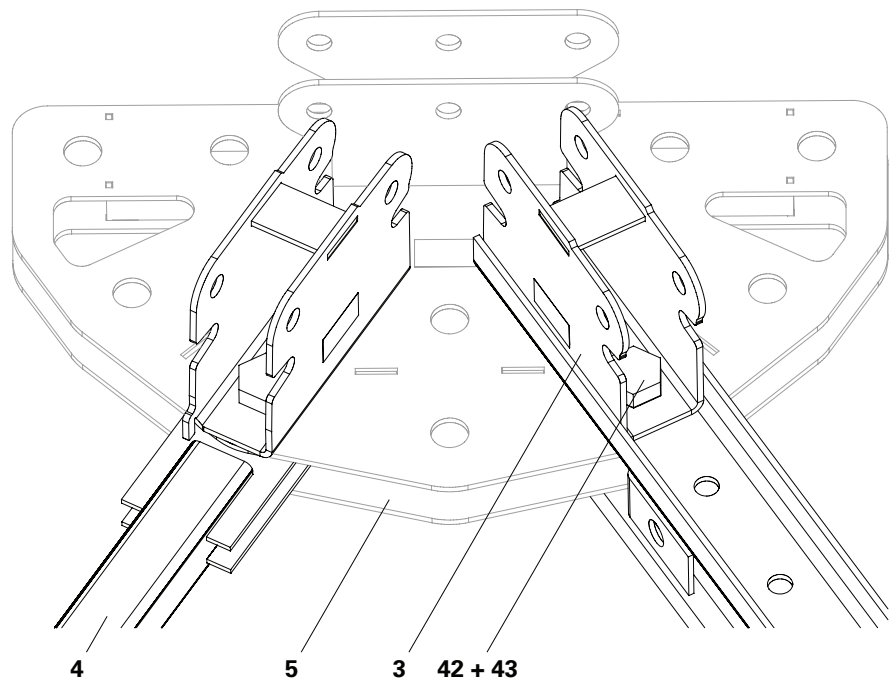

Fig. A4.16
2. Inserire viti ISO 4017 M30 x 100 (42) attraverso il nodo di corrente ATG (5), l'attacco dell'impalcatura ATG (3) e il corrente in acciaio (25) o il nodo di corrente ATG (5), l'attacco dell'impalcatura ATG (3) e la diagonale di trave (4).
3. Avvitare viti ISO 4017 M30 x 100 (42) con dadi esagonali ISO 4032 M30 (43). (Fig. A4.16)